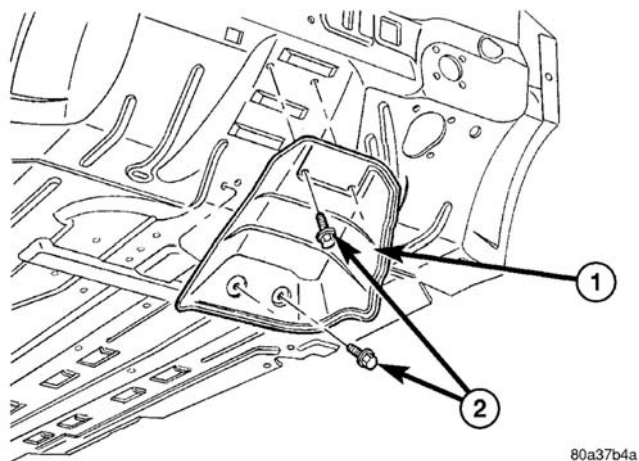
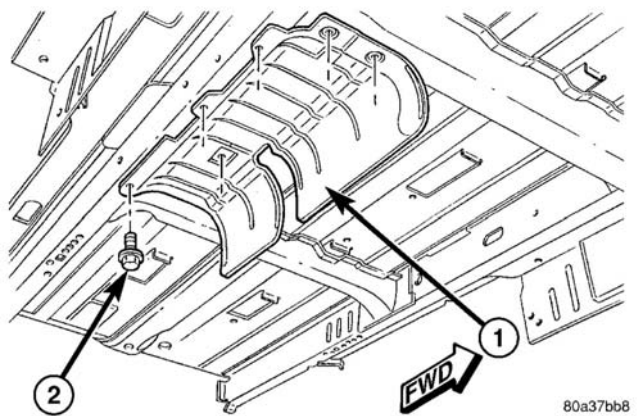
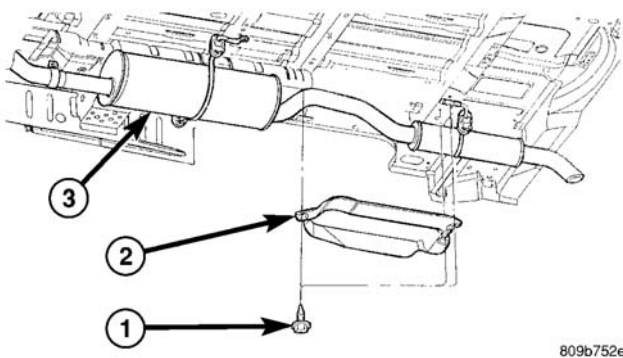

图 7 催化转换器隔热层
图 8 消音器隔热层
图 9 共振器管隔热层
排气系统隔热层（图 7）、（图 8），或（图 9）均连接至车身下部。全轮驱动（AWD）车辆有额外的隔热层固定于催化转换器上。
- (1) 用吊车顶起车辆。
- (2) 拆卸连接至隔热层的紧固件（图 7）、（图 8）或（图 9）。
- (3) 拆卸隔热层。
- (1) 将隔热层定位于车身底部。
- (2) 安装隔热层紧固件，并将其拧紧至  $2.6\text{N} \cdot \text{m}$  (23in.lbs.)（图 7）（图 8）或（图 9）。
- (3) 降下车辆。